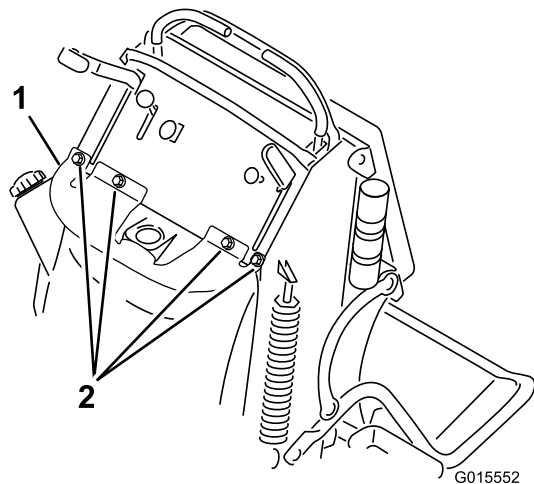

図 2
6. 燃料タンクの上部にブラケットを固定しているボルト (4本) を外す (図 2)。